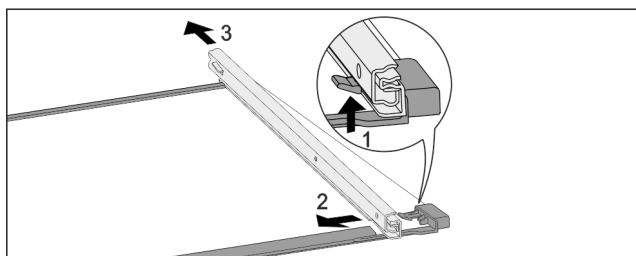

Fig. 157 带轨道的玻璃隔板
- ▶ 向上按前端的锁定钩。 Fig. 157 (1)
- ▶ 将牵引轨推向一侧 Fig. 157 (2)，然后向后 Fig. 157 (3) 推。